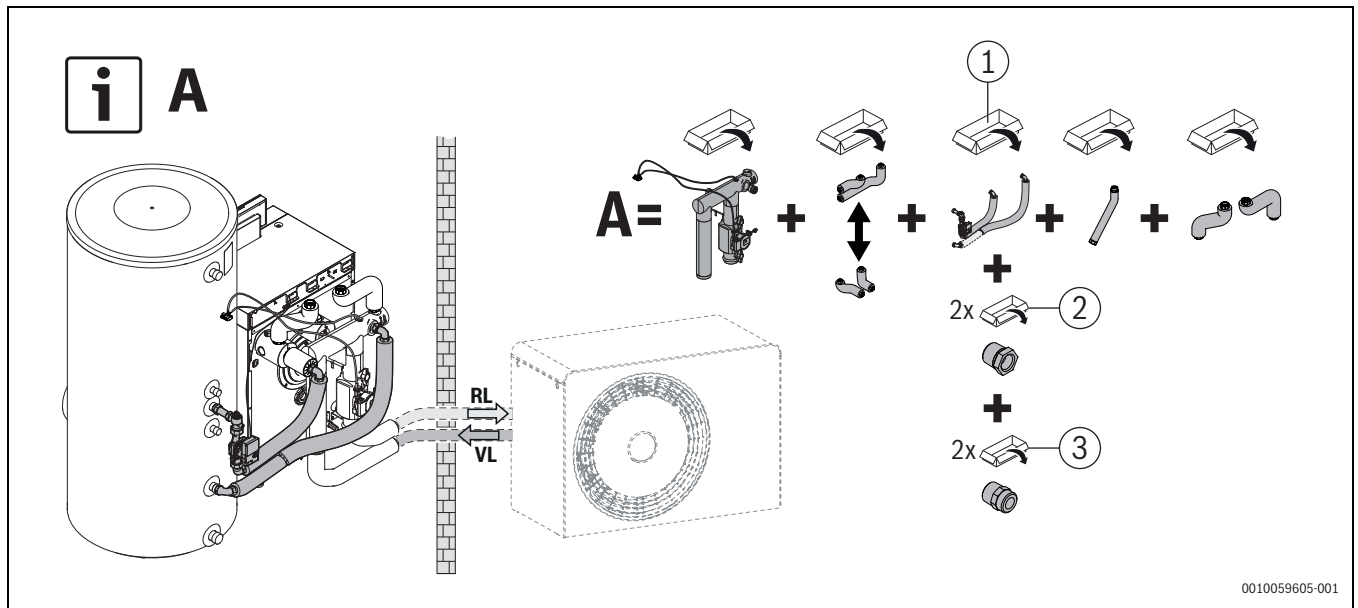
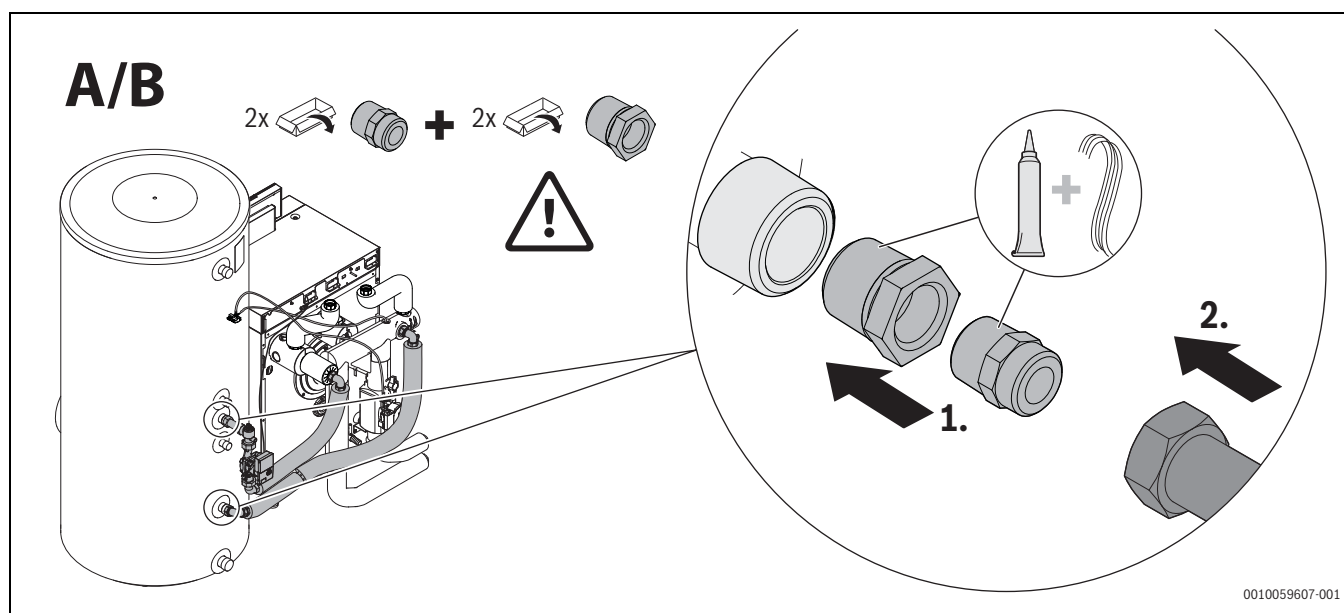

Bild 10 Speicherverbindung stehender Speicher rechts, Variante A, beispielhaft dargestellt für Kesselgröße 15 kW
Bild 12 Montage Speicherverbindung stehender Speicher, Varianten A und B
- Rohrgruppe entsprechend der vorgesehenen Varianten (→ Bild 10 – Bild 12) montieren (→ separate Installationsanleitung des Speicherverbindungs-Sets beachten); **Varianten A, B.**